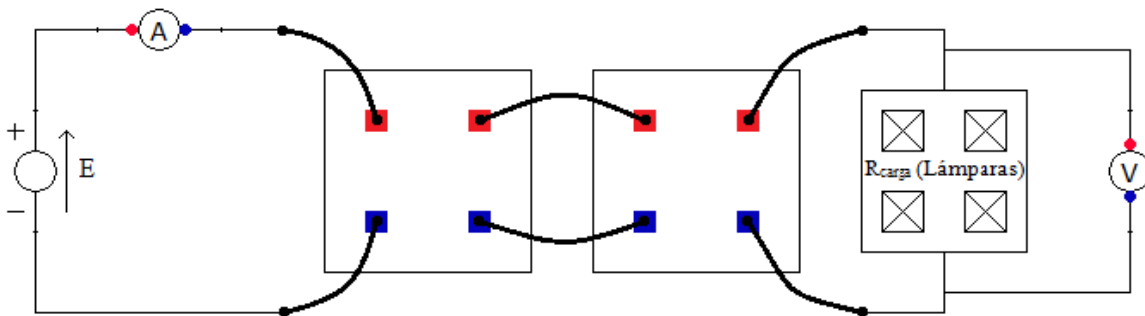

Figura 2. Circuito utilizado para estudiar ΔV en la carga en función de la longitud del conductor.
- a) Arme el circuito de la (Figura 2) utilizando solamente un tramo de conductor y conectando el tablero de lámparas en los bornes de salida del tramo de conductor.